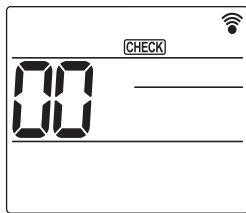

Fig. 6-7
- Prima o botão **MENU** durante 5 segundos. (Fig. 6-7)